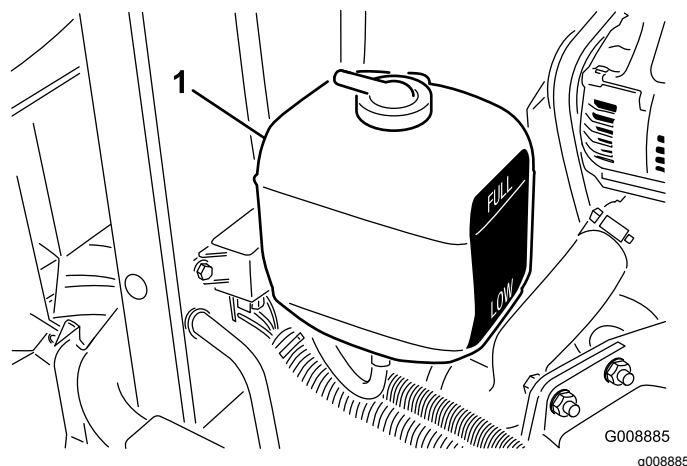

Figura 31
- Controllate il livello del refrigerante nel serbatoio di espansione (**Figura 31**). A motore freddo il livello del refrigerante deve essere a metà circa tra i segni riportati sul fianco del serbatoio.